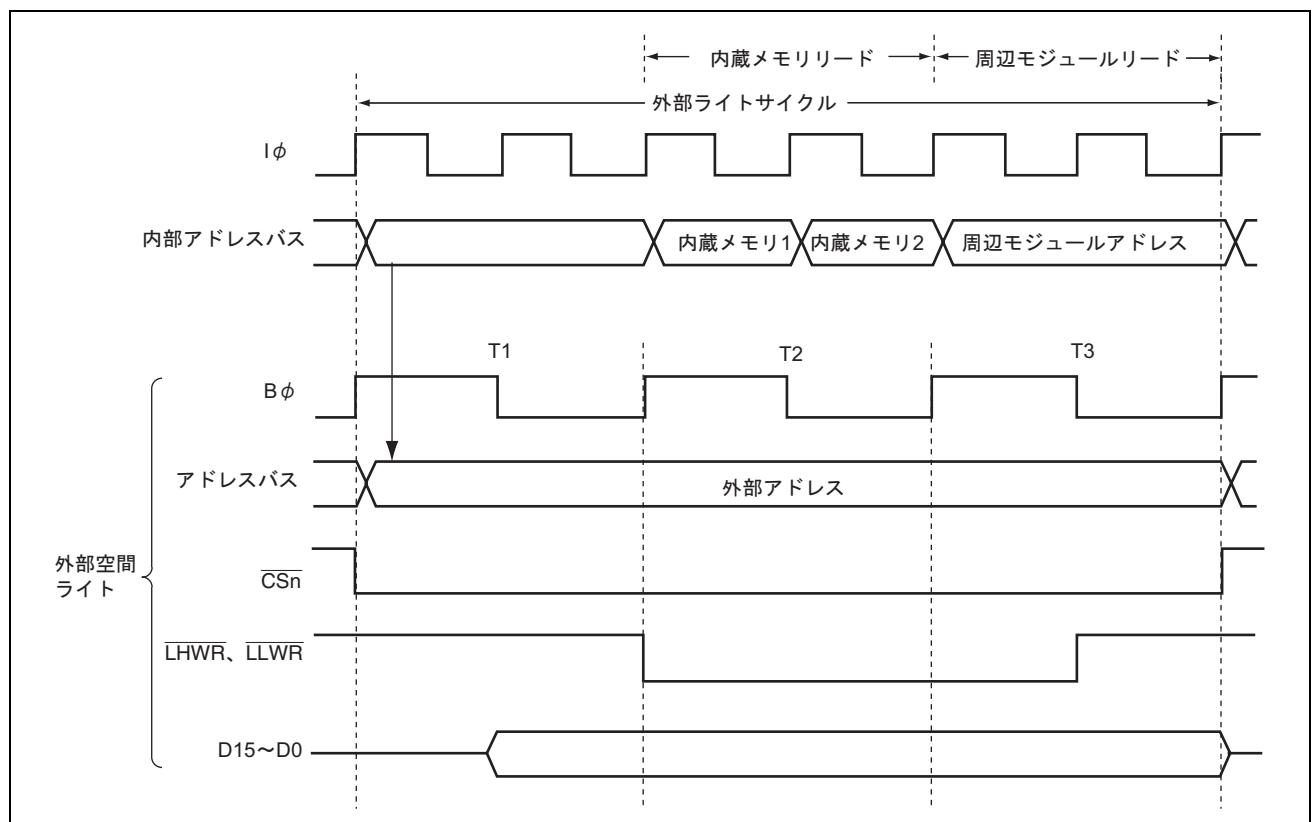

図9.104 外部ライトデータバッファ機能使用時のタイミング例
*4 DRAM 空間アクセス／DRAM 空間以外のアクセス、RAS アップモード／RAS ダウンモードにより状態が異なります。図 9.104、図 9.106 を参照してください。
図9.104にライトデータバッファ機能を使用したときのタイミング例を示します。この機能を使用したとき、外部ライトまたはDMAC シングルアドレス転送が2ステート以上続き、次に内部アクセスがある場合は最初の2ステートは外部ライトのみが実行されますが、次のステートから外部ライトの終了を待たずに内部アクセス（内蔵メモリ、内部I/Oレジスタのリード／ライト）が並行して実行されます。